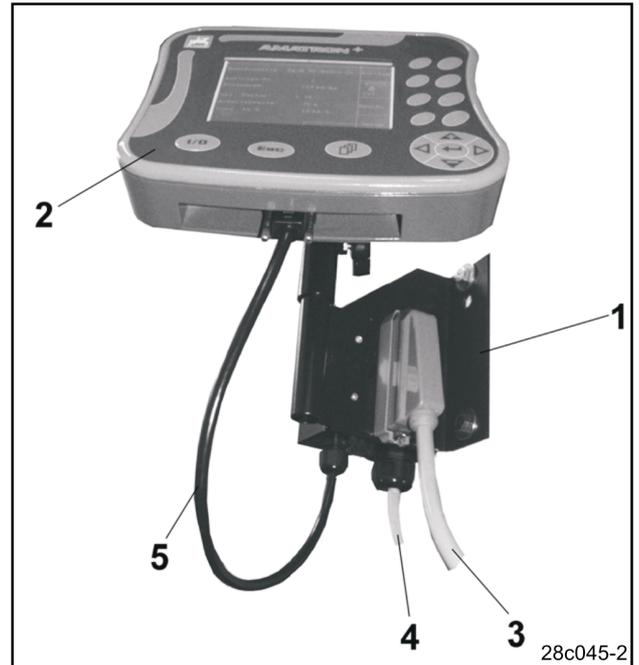
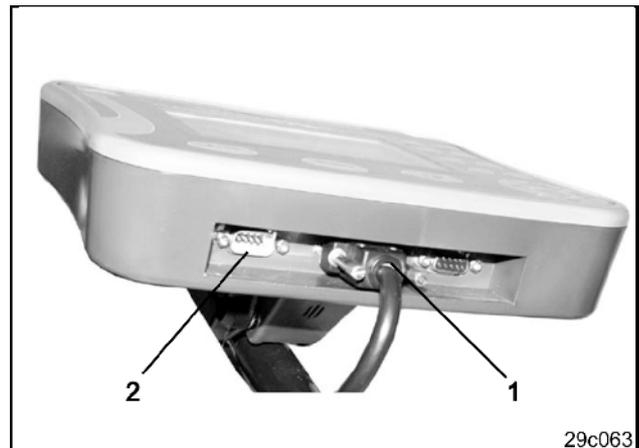

Fig. 3
Fig. 4
Le terminal (Fig. 3/2) est un appareil universel qui peut être branché sur toutes les machines **AMAZONE**- équipées de l'ordinateur de tâches **AMATRON⁺**.
Branchez le terminal (Fig. 3/2) ou la console (Fig. 3/1) en procédant comme suit :
- Branchez le semoir en utilisant le connecteur machine (Fig. 3/3)
- Branchez le câble de connexion à la batterie (Fig. 3/4) à la batterie du tracteur. Conseils concernant l'alimentation en courant, voir chap. 3.3.
- Branchez le câble de liaison (Fig. 3/5) au terminal (Fig. 3/2)..
- Branchez le connecteur du câble de connexion (Fig. 3/5) sur le connecteur Sub-D 9 pôles central (Fig. 4/1).
- L'interface série (Fig. 4/2) permet une liaison à un terminal GPS.